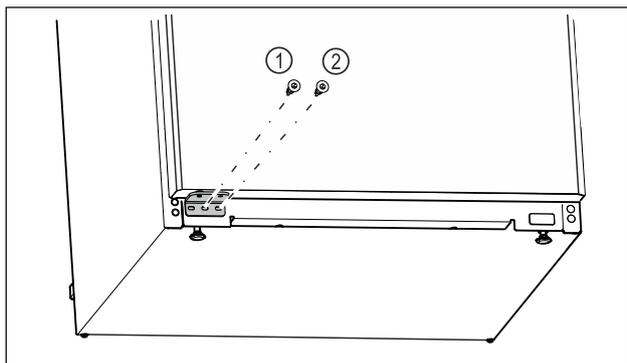

Fig. 26
- Serrer la vis centrale du support de palier Fig. 26 (1) avec un tournevis Torx 20.
- Serrer la vis intérieure du support de palier Fig. 26 (2) avec un tournevis Torx 20.